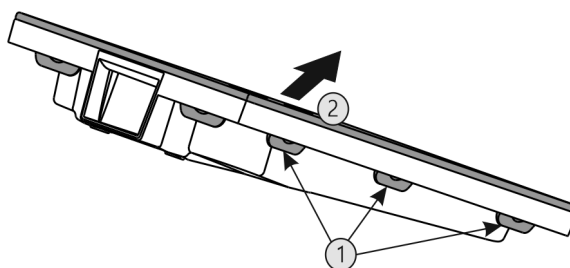

Fig. 41
- Последовательно нажать на все наклейки Fig. 41 (1) и снять крышку Fig. 41 (2).